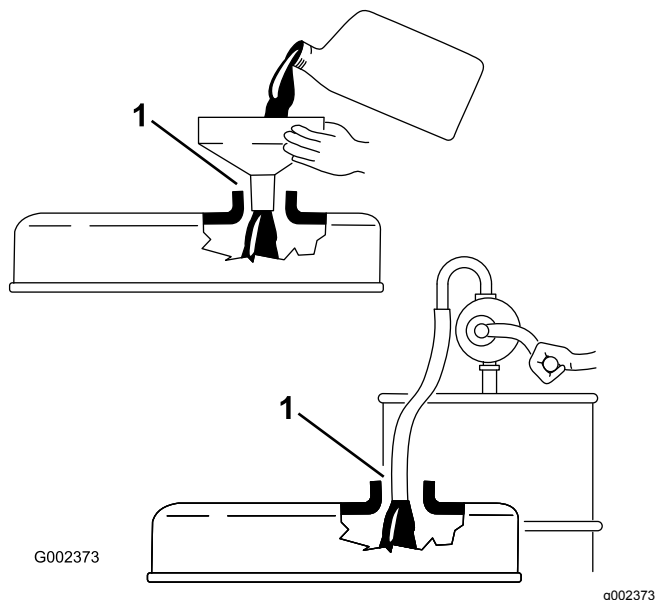

図 20
**重要** エンジンオイルを補給するときには、ディップスティックを抜いておいてください。エンジンオイルを補給する時には、補給口とジョウゴなどの間に必ず図 20 に示すようなすき間が必要です。これは補給の際に通気を確保し、オイルがブリーザ内部に侵入しないようにするためです。